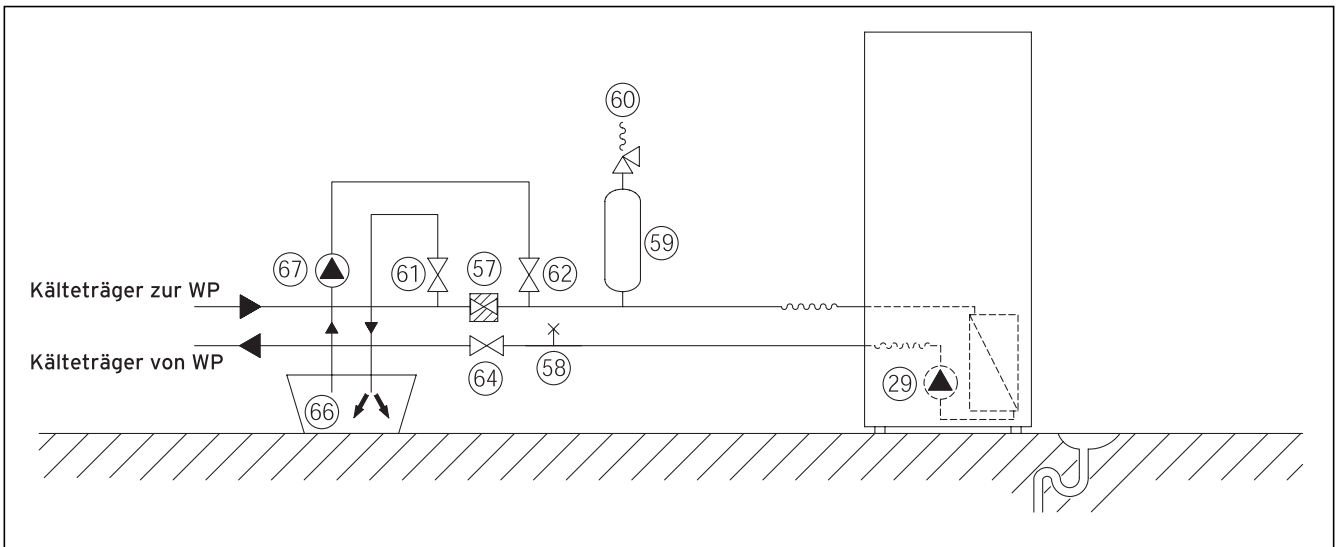

Abb. 9.1 Kälte­trä­ger­kreis­lauf
- Mischen Sie in einem externen Behälter (66) (z. B. Plastikkanister) Wasser und Frostschutzmittel in der vorgeschriebenen Konzentration (siehe Tabelle 9.1). Jeder Mischungssatz muss sorgfältig vermengt werden.
- Füllen Sie daraufhin die Kälte­trä­ger­mischung aus dem Behälter (66) in das Kälte­trä­ger­system. Hierfür wird eine Befüllpumpe (67) benötigt, die den Kollektorkreis beim Füllen gleichzeitig entlüftet. Vaillant empfiehlt die Vaillant Befüllpumpe (Art.-Nr. 307 093). Die Druckleitung der Pumpe wird an das Absperrventil (62) angeschlossen (siehe Abbildung 9.1).
- Absperrventil (57) schließen.
- Absperrventile (62) und (64) öffnen.
- Absperrventil (61) öffnen und einen in die Glykolmischung mündenden Schlauch an das Ventil anschließen.
- Starten Sie die Befüllpumpe (67), um den Kollektorschlauch aufzufüllen. Anschließend schalten Sie im Menü des Energiebilanzreglers „Manueller Test“ die Kälte­trä­ger­pumpe (29) manuell ein.